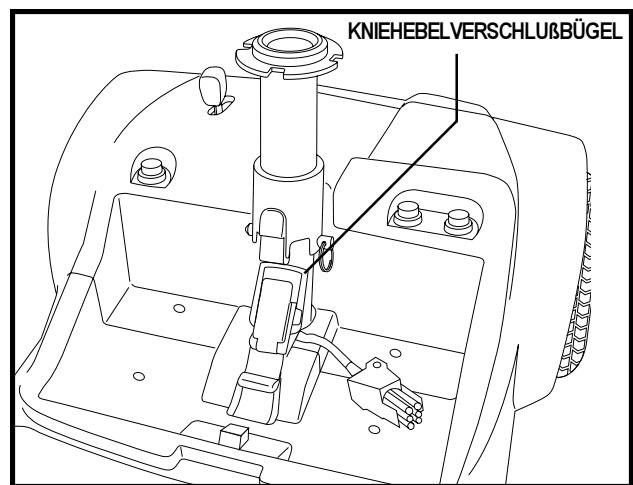

Abb. 15A. Kniehebelverschluss (Auf)
2. Drehen Sie den Kniehebelverschlussbügel über seinen Höhepunkt hinweg und verriegeln Sie ihn in seinem Verschluss. Siehe Abb. 15A.